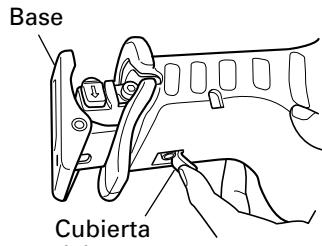

Fig. 12
- (1) Levante la cubierta hacia arriba, tal como se indica en la Fig.12.